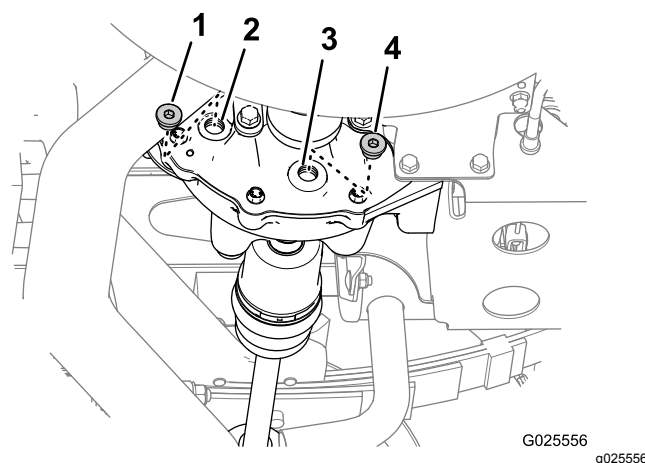

図 65
1. ドレンプラグの下にオイルを受ける容器をおく 図 65。
2. デファレンシャルの補給ポートから補給プラグを、ドレンポートからドレンプラグを、外す 図 65。
4. ドレンポートにドレンプラグを元通りに取り付け 図 65、プラグを  $14-19 \text{ N}\cdot\text{m}$  $13.6-19.0 \text{ kg}\cdot\text{m} = 10-14 \text{ ft}\cdot\text{lb}$ にトルク締めする。
5. デファレンシャルの補給ポートから所定のオイルを 550 ml 入れる 図 65。
6. 補給ポートに補給プラグを元通りに取り付け 図 65、プラグを  $14-19 \text{ N}\cdot\text{m}$  $13.6-19.0 \text{ kg}\cdot\text{m} = 10-14 \text{ ft}\cdot\text{lb}$ にトルク締めする。